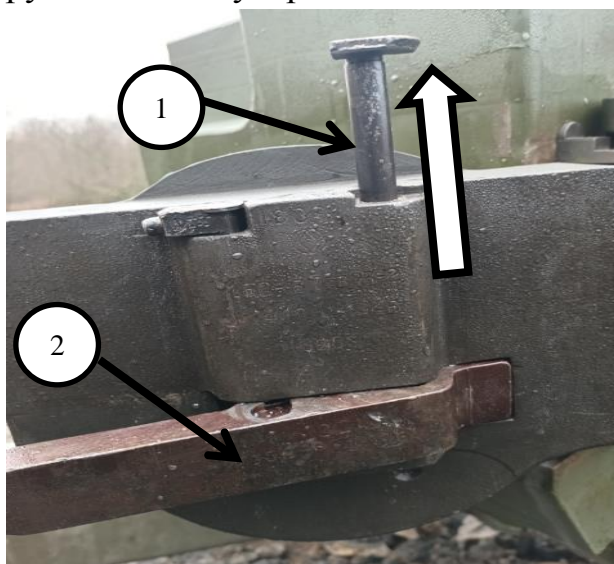
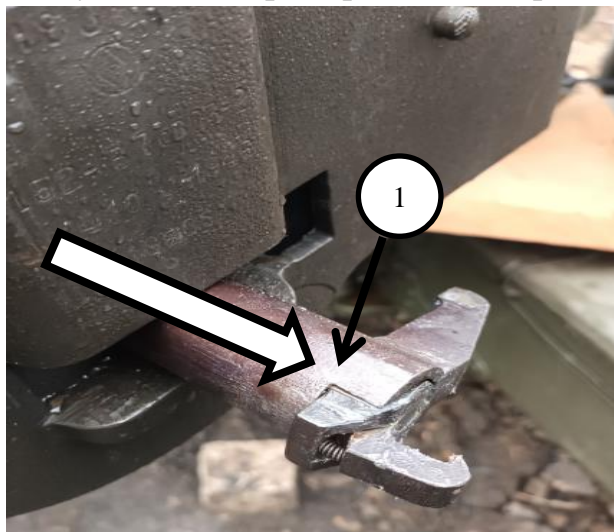

Рисунок 3
Рисунок 4
3. Выдвинуть ось курка **1** (Рис. 3) вверх; если ось трудно выдвигается, нажать рукой на весь ударный механизм и вытолкнуть ось тонкой выколоткой.
4. Вынуть из затвора стреляющее приспособление **1** (Рис. 4). и курок **2** (Рис. 3).